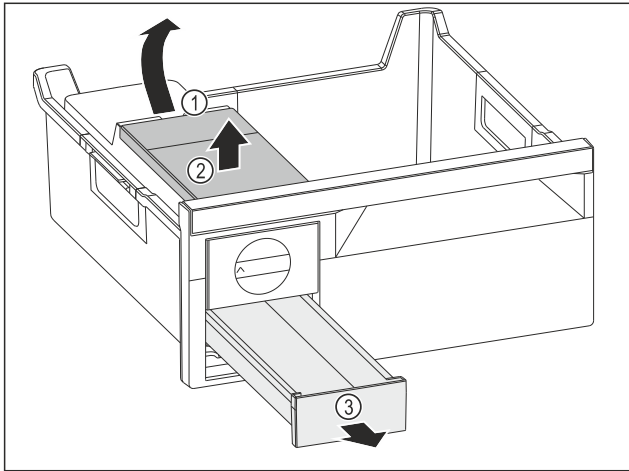

Fig. 129
- ▶ Wasserbehälter entnehmen: Wasserbehälter an der Aussparung Fig. 129 (1) anheben.
- ▶ Wasserbehälter Fig. 129 (2) nach oben entnehmen.
- ▶ Eiswürfelschubfach Fig. 129 (3) nach vorne entnehmen.